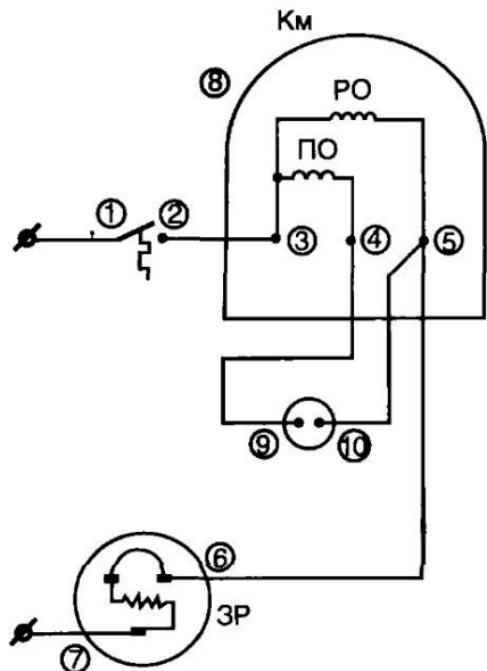

Рис. 128. Электросхема герметичного компрессора с однофазным конденсаторным двигателем (с двумя работающими обмотками) и защитным реле (на две клеммы):
Однофазные конденсаторные двигатели с двумя работающими обмотками имеют низкий пусковой момент и включаются без пускового реле или пускового конденсатора. Этую электросхему применяют в комнатных кондиционерах. Для проверки такой схемы выполняют следующие операции (рис. 128).
13.4.5. Проверяют цепь между точками 1 и 2 (см. рис. 128). Если цепь замкнута, продолжают проверку. Разрыв